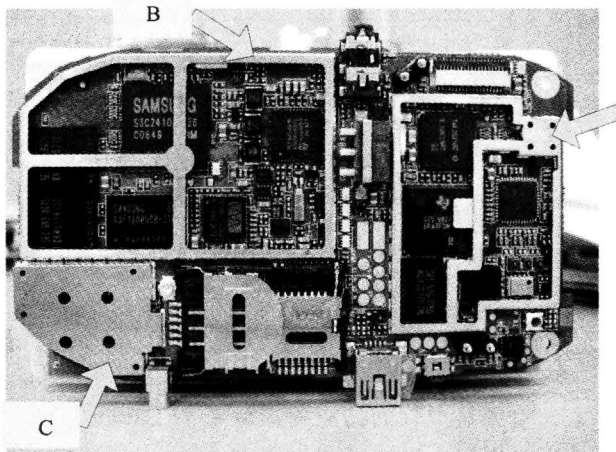

图 14.4
图 14.4 是一个手机电路板的例子。图中的 A 是模拟基带处理部分,被一个铁皮单独屏蔽起来。B 是数字基带的 CPU 处理单元,是一个高速的 ARM 处理机,也被一个铁皮单独屏蔽起来。C 则是一个 GSM 的收发模块和 GSM 的协议栈芯片,因为它的辐射最强大、接收的信号也最微弱,所以被一个完整的铁皮包裹起来。其他没有用铁皮框起来的部分则是那些不容易干扰别人,也不容易被别人干扰的部分。
- 各个相邻的群体也最好要有类似的特性,如果做不到这一点,就必须强制隔离。(图 14.4 里面的 A、B 和 C 3 个部分就是最好的例子)